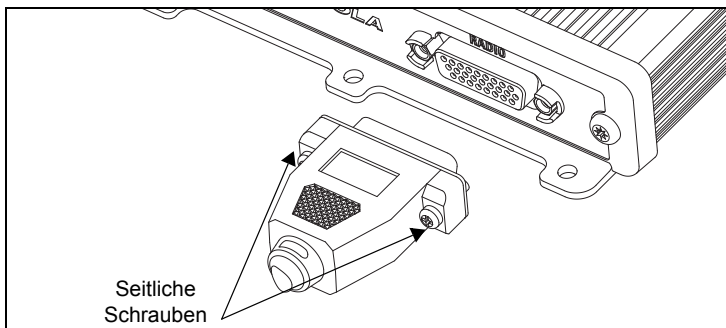

Abbildung 11: Installieren des Kabels zwischen Ladestation und Anschlussbox
2. Befestigen Sie das Kabel zwischen Ladestation und Anschlussbox (PMKN4169) oder das Kabel zwischen Ladestation und Anschlussbox mit USB-Datenkabel (PMKN4170), indem Sie die Schrauben am Anschluss der MTP6000-Anschlussbox für das Fahrzeugkit, wie in Abbildung 11 unten dargestellt, anziehen.